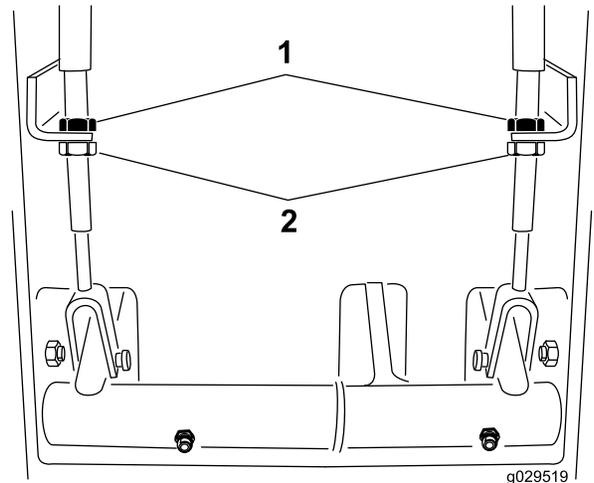

図 72
2. 遊びを減らすブレーキを締めるには、ブレーキケーブルのねじ山の前ナットをゆるめる **図 72**。